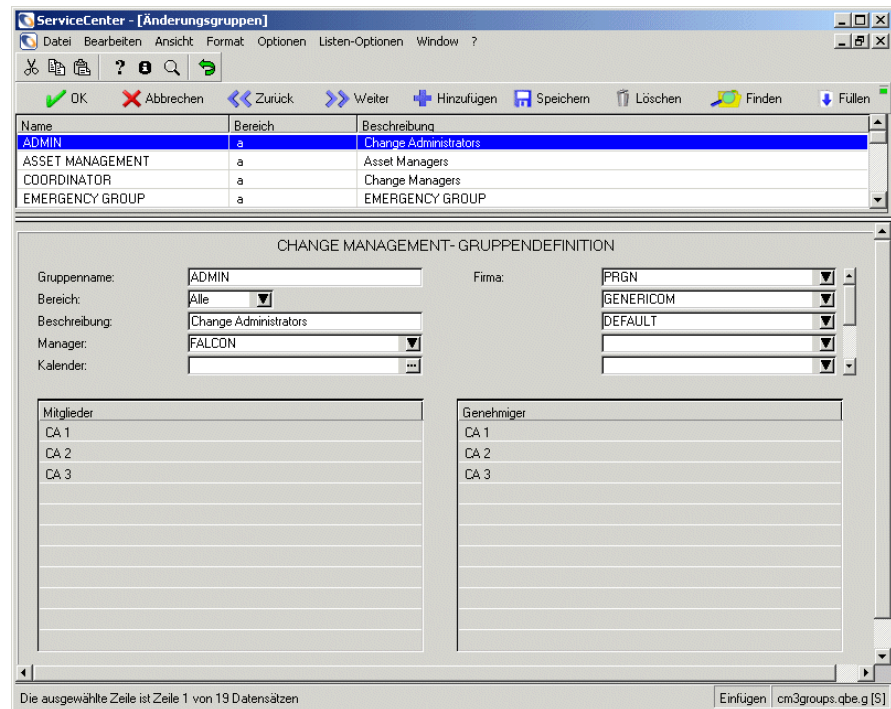

Abbildung 10-13: Meldungsrechte für Mitglieder (Überprüfer) und Genehmiger
- Klicken Sie auf **Suchen**, um eine *wahre (true)* Suche durchzuführen und eine Liste aller aktuellen Meldungsgruppendatensätze abzurufen. Wählen Sie den zu kopierenden Datensatz aus. Wenn Sie einen vorhandenen Datensatz kopieren, stellen Sie sicher, dass Sie den neuen Datensatz durch **Hinzufügen** erstellen; bearbeiten Sie nicht den ausgewählten, vorhandenen Datensatz. Abbildung 10-13 zeigt eine QBE-Liste der Datensätze.